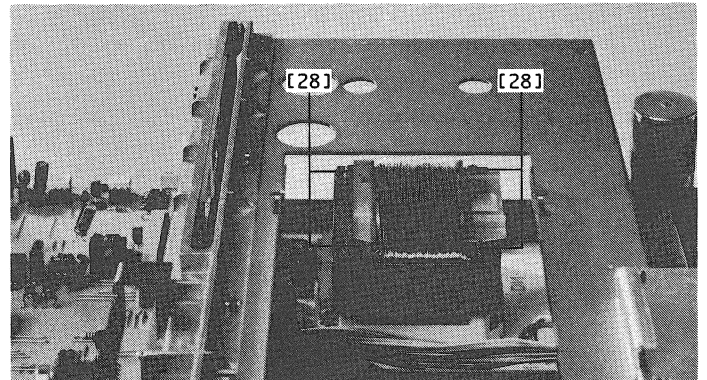
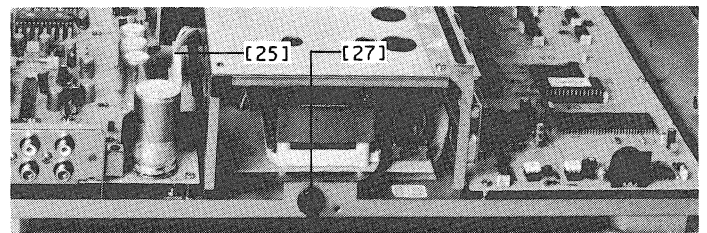
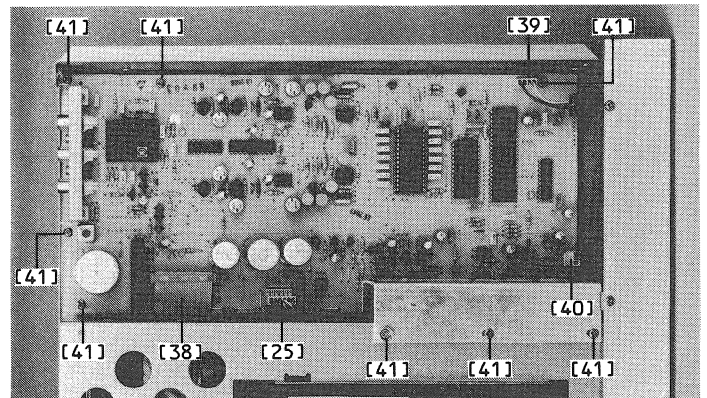
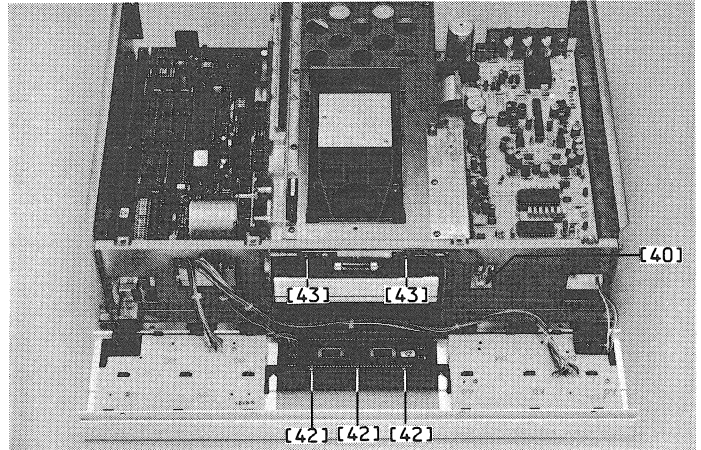

Fig. 2.9
Fig. 2.10
Fig. 2.12
Fig. 2.13
-> Fig. 2.9 / Fig. 2.10
-> Fig. 2.10 / Fig. 2.12
-> Fig. 2.13
-> Fig. 2.12 / Fig. 2.13